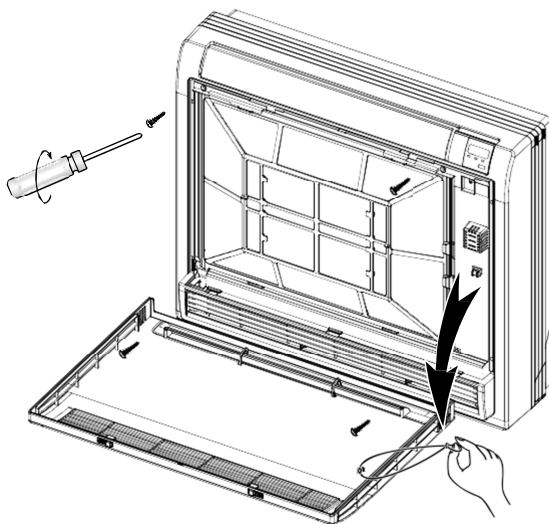

Abb. 7-2
- Entfernen Sie die Schnur. (Siehe Abb. 7-2)
- Lösen Sie die vier Schrauben. (Siehe Abb. 7-2)